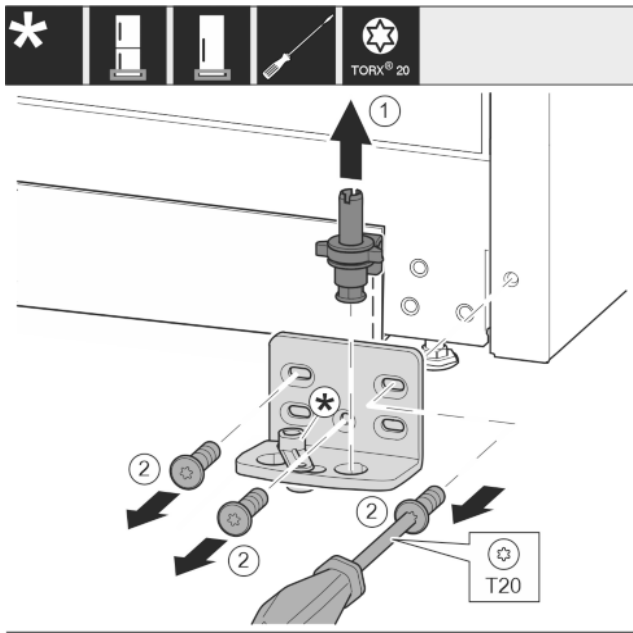

Fig. 13
- ▶ Izvucite podložak ležaja kompletno prema gore. Fig. 13 (1)
- ▶ Odvijačem T20 odvijte vijke i skinite podložak ležaja. Fig. 13 (2)